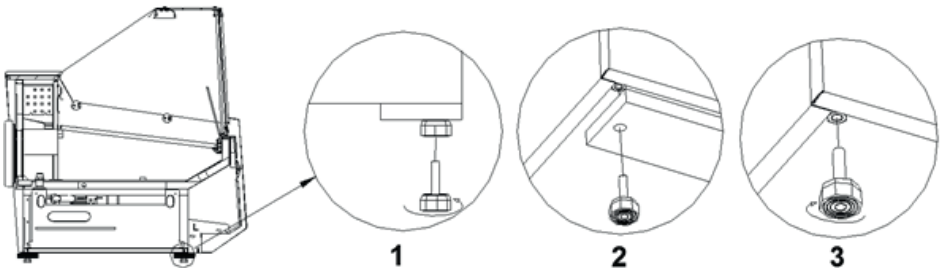

Abb.2 Entfernen der Holz Bühne
5. (Betrifft nur die Vitrinen „GASTRO“) In der Vitrine die uniserale Salat-Wanne einstellen. In der Modulwanne die Querholme für GN-Behälter anbringen und dann die Behälter nach Abb.2 (S.28) anordnen